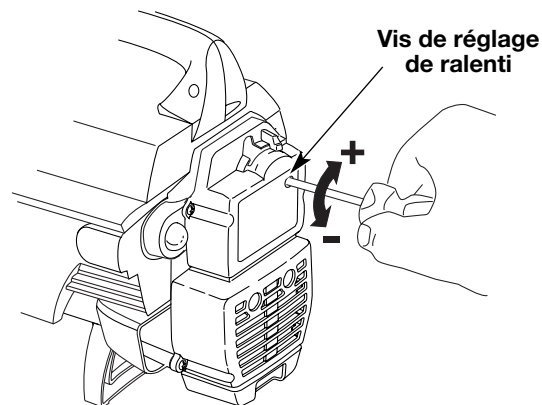

Fig. 23
Le régime ralenti du moteur est réglable par le couvercle du filtre à air/silencieux (Fig. 23).
2. Relâchez le levier d'accélérateur et laissez le moteur au ralenti. Si le moteur s'arrête, insérez un petit tournevis à embout cruciforme ou à tête plate dans le trou du couvercle du filtre à air/silencieux (Fig. 23). Vissez la vis de réglage du ralenti de 1/8 de tour à la fois (selon le besoin) jusqu'à ce que le moteur se mette bien au ralenti